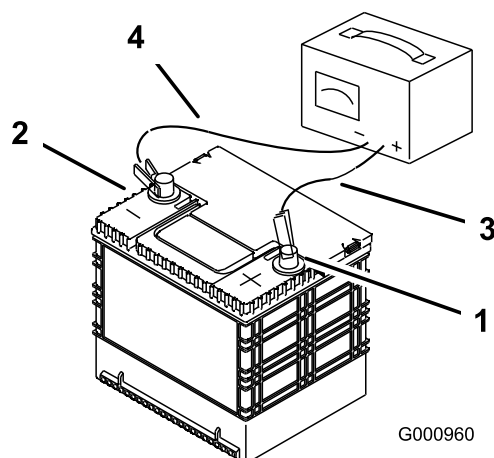

図 49
2. 充電が終わったら、チャージャのプラグをコンセントから抜いてから、チャージャのリード線をバッテリー端子から外す図 49。